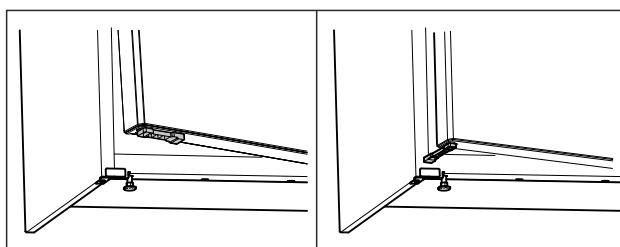

Fig. 54 *
- Omejevalnik odpiranja vrat obrnite za 90°. (glejte Fig. 54)